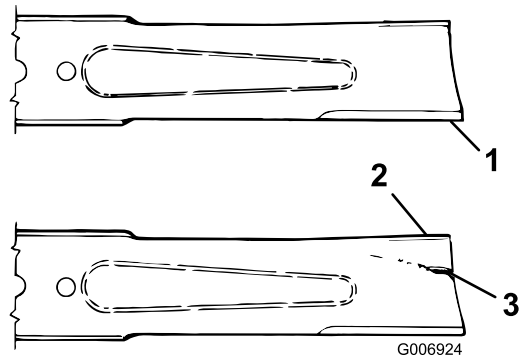

图 17
3. 仔细检查刀片的剪草端特别是刀片平面和曲面交接的部分 (图 17)。
4. 如果看到出现磨损图 17 请更换刀片请参阅 维修刀片平面 (页码 11)。
如果刀片能够经受磨损刀片的刀翼与平面部分之间也会形成凹槽 (图 17)。最终刀片可能断裂并被抛掷出刀片外壳可能对您自己或旁观者造成严重的伤害。